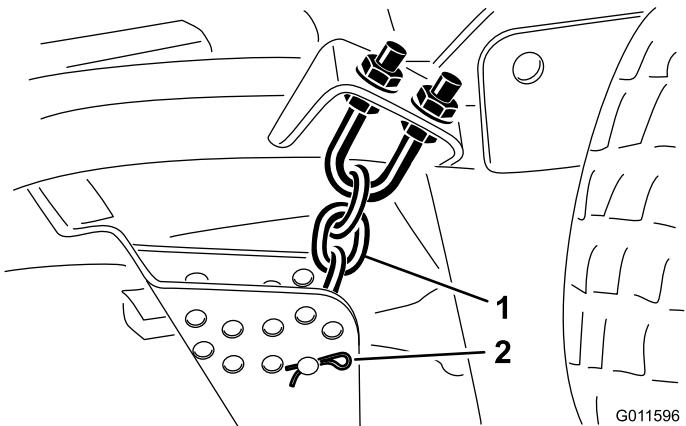

Рисунок 16
8. Снимите игольчатый шплинт и шплинтуемый штифт, которые крепят цепи для изменения высоты скашивания к задней части деки газонокосилки (Рисунок 16).